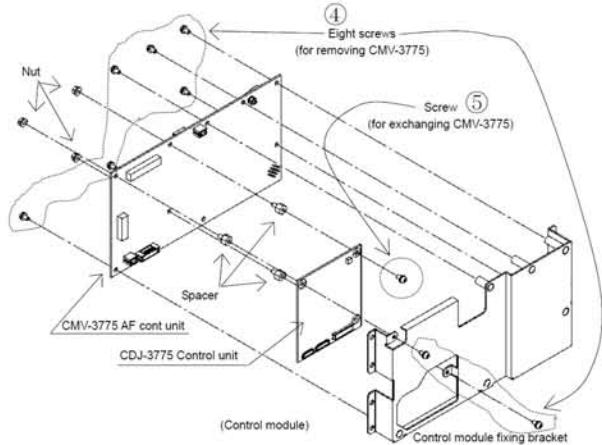

図 3 [Fig.3]
3. CDJ-3775 コントロールユニットの外し方 (図 3)
Removing the CDJ-3775 Control Unit [Fig.3]